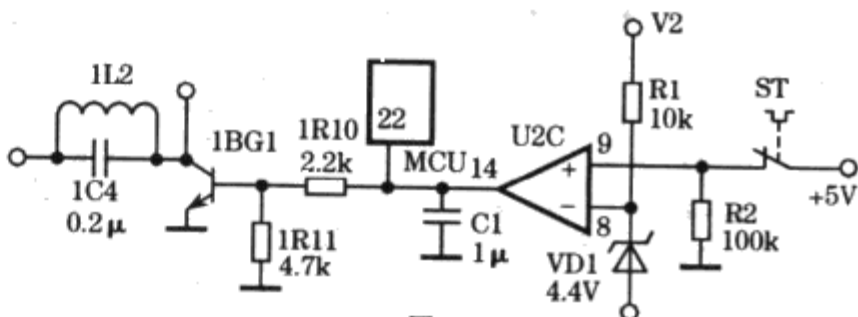

图2
**分析检修：**能开机启动表明电源、控制电路基本正常。检查加热主电路和过压、过流保护电路（如图2所示）。正常状态下，温控开关ST接点是闭合接通的。此时U2C第⑩脚输出高电平、高频振荡及电磁灶均正常工作，对物品进行加热。散热器温度升高达到温控器ST启动动作值时，ST动作，常闭接点断开，此时U2C第⑩脚电平高于第⑨脚电平，第⑩脚输出低电平，导致高频振荡管1BG1截止，停止加热。同时第⑩脚输
**分析检修：**能加热表明整机工作正常（如图2所示）。温度升不高可考虑输出功率太小所致。重点检查高频振荡电路。该电路中加热线圈1L2、电容1C4组成并联谐振电路，决定了振荡频率大约为28kHz，只有振荡频率偏差太大时才会影响到加热温度调不高。其中加热线圈电感量约为160μH，变化可能性不大。重点应考虑电容1C4是否变质、容量不足或漏电失效。该电容1C4电容量为0.2μF、2kV，试用一新同规格电容更换后，试机温度升高恢复正常。由此判定电容容量变小导致频率偏离较多所致。▼